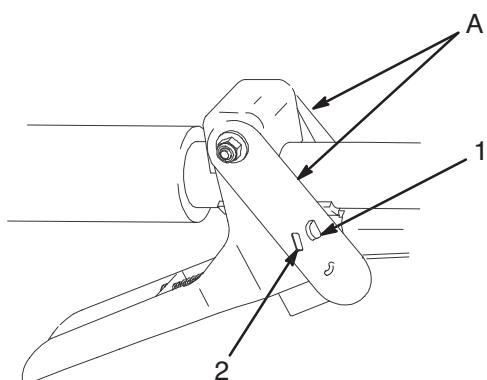

Рис. 5
Отсоедините от пускового механизма левую или правую плату (A) переключателя распылителей (Рис. 5).